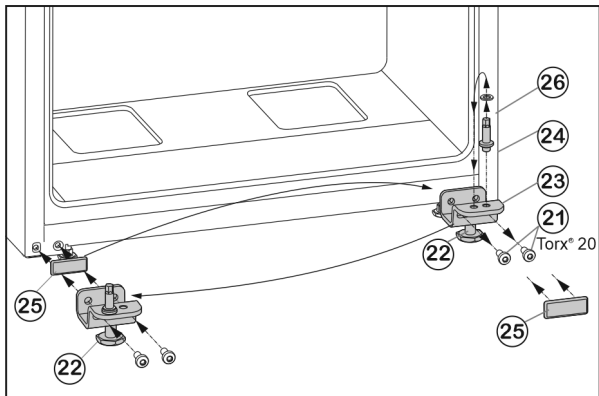

Fig. 7
- ▶ Atsukite tvirtinimo varžtus Fig. 7 (21).
- ▶ Nuimkite visą apatinę atraminę gembę Fig. 7 (23) su atraminiu varžtu Fig. 7 (24), poveržle Fig. 7 (26) ir reguliavimo kojele Fig. 7 (22).
- ▶ Visiškai atsukite atraminį varžtą Fig. 7 (24) su poveržle Fig. 7 (26), perkeltkite į priešingoje atraminės gembės pusėje esančią tvirtinimo angą ir vėl priveržkite.
- ▶ Atsargiai nuimkite dengiamąją plokštelę Fig. 7 (25) ir perkeltkite ją į priešingą pusę.
- ▶ Apatinę atraminę gembę Fig. 7 (23) su atraminiu varžtu Fig. 7 (24), poveržle Fig. 7 (26) ir reguliavimo kojele Fig. 7 (22) vėl tvirtai prisukite kitoje lankstų pusėje, prireikus, naudodami akumuliatorinį atsuktuvą (su 4 Nm).
- ▶ Duris iš viršaus uždėkite ant atraminio varžto Fig. 7 (24).
- ▶ Išsukite reguliavimo kojele Fig. 7 (22) apatinėje atraminėje gembėje Fig. 7 (23), kol ji prilgus prie žemės.